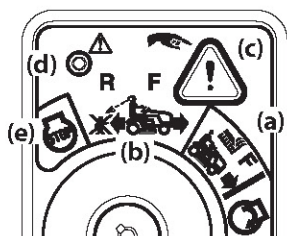

Figura 26
2. Gire la llave de encendido de la posición **CORTE NORMAL** (a) a la posición **MODO PRECAUCIÓN MARCHA ATRÁS** (b) del interruptor de encendido. Consulte la Figura 26.
3. Presione y sostenga el **BOTÓN MODO PRECAUCIÓN MARCHA ATRÁS** (c) que está en la esquina superior derecha del módulo de encendido durante 3 segundos. La luz indicadora roja (d) que está en el ángulo superior izquierdo del módulo de encendido se mantendrá **ENCENDIDA** mientras esté activada. Consulte la Figura 26.
4. Una vez activada (luz indicadora **ENCENDIDA**), se puede operar el tractor en marcha atrás con la PTO (enganche de cuchillas) en la posición acoplada (ON).
5. Siempre mire hacia abajo y hacia atrás antes y mientras se desplaza lentamente en marcha atrás, para asegurarse de que no haya niños en el área. Luego de retomar la marcha hacia adelante, vuelva la llave a la posición de **CORTE NORMAL** (a) para volver a la operación de corte normal. Consulte la Figura 26.
- La llave se coloque ya sea en la posición **CORTE NORMAL** (a) o la posición **STOP** (detención) (e). Consulte la Figura 26.